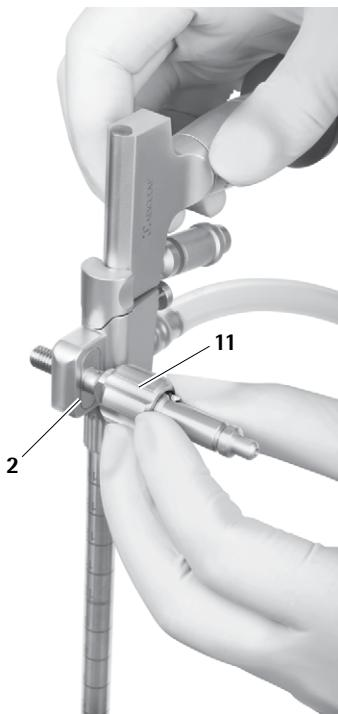

Fig. 18
- Introducir el adaptador para brazo de soporte **11** en el orificio del lado deseado (derecha/izquierda) hasta que el reborde encaje en la ranura **2** al efecto, que sirve para fijar el brazo de soporte, ver Fig. 18.